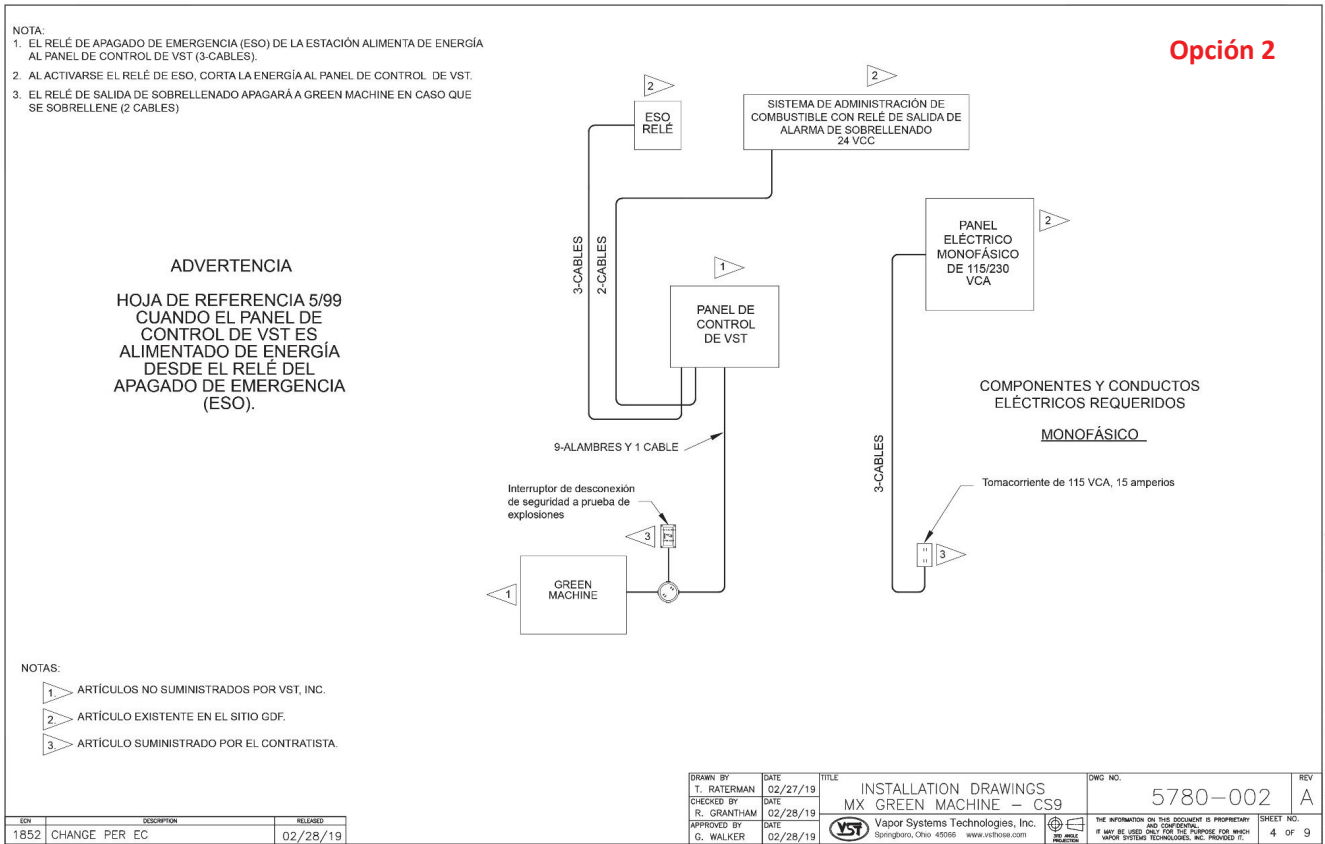

Figura 3-6: Descripción de la instalación de la GREEN MACHINE Opción 2
**La Figura 3-6:** es un plano de descripción eléctrica de referencia para la Opción 2.